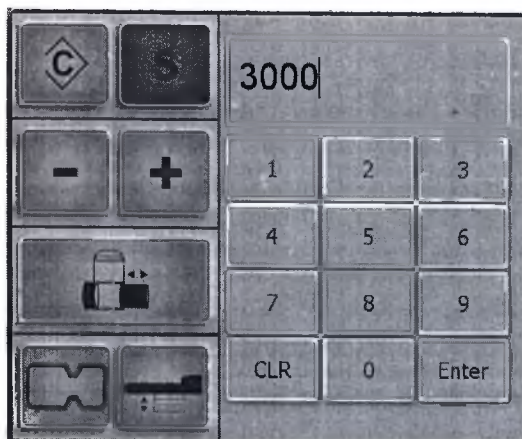

Рисунок 2-9. Окно для предварительной установки счетчика обратного действия
- Окно для предварительной установки счетчика обратного действия (Рисунок 2-9)
Данная кнопка позволяет установить первоначальное значение счетчика обратного действия в режиме обратного отсчета (Countdown) и внести изменения в режиме прямого отсчета (Countup). В режиме обратного отсчета, значением по умолчанию является 3000. Для изменения данного значения нажмите кнопку установки счетчика обратного действия. Появится новое окно с цифровой клавиатурой (Рисунок 2-9). Введенное значение и нажмите кнопку Enter (Ввод) для возврата в основной экран. Для установки режима прямого отсчета оставьте цифровое поле незаполненным или введите «0», нажмите кнопку Enter для возврата в основной экран.
Время / дата Дисплей	Дважды нажмите для перехода в экран времени. (Рисунок 2-9).